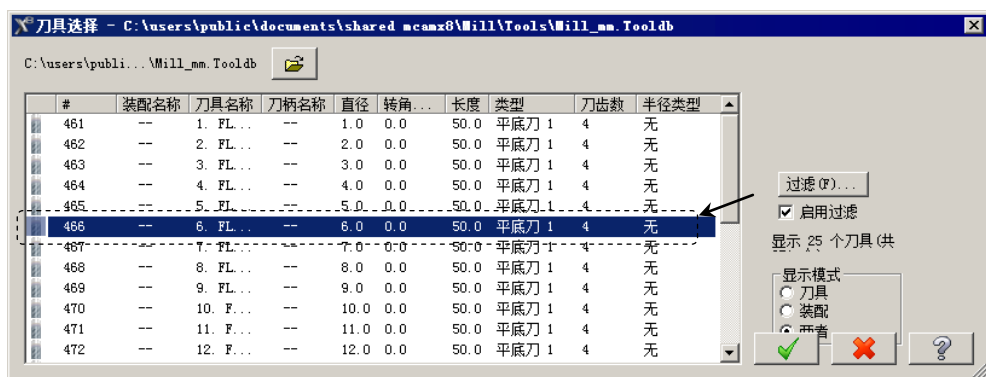

图 4.8.24 “刀具选择”对话框
Step4. 选择刀具。单击 **选择库刀具...** 按钮，系统弹出“刀具选择”对话框，在该对话框的列表框中选择图 4.8.24 所示的刀具。单击 按钮，关闭“刀具选择”对话框，系统返回至“2D 刀路-挖槽”对话框。